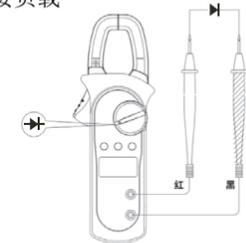

图6
4. 二极管测量 ($\rightarrow \rightarrow$) (见图6)